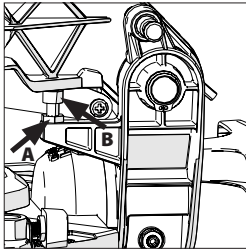

Abb. 11A + 11B
- Lösen Sie die Kontermutter an der Abwärtssperrschraube mit einem 10-mm-Schlüssel (nicht mitgeliefert) (**Abb. 11A**).